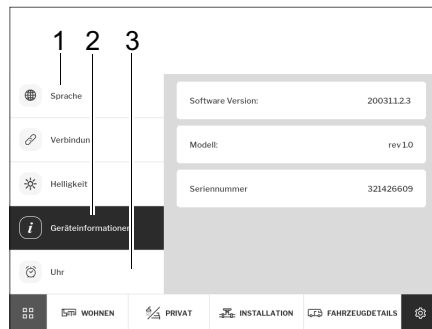

Bild 281 Språk, enhetsinformation, tid
- Klicka på knappen *Språk* (Bild 281,1) och ställ in önskat språk på displayen.
- Klicka på knappen *Tid* (Bild 281,3) och ställ in klockslaget.
- Klicka på knappen *Enhetsinformation* (Bild 281,2). Information om enheten visas (programversion, modell och serienummer).